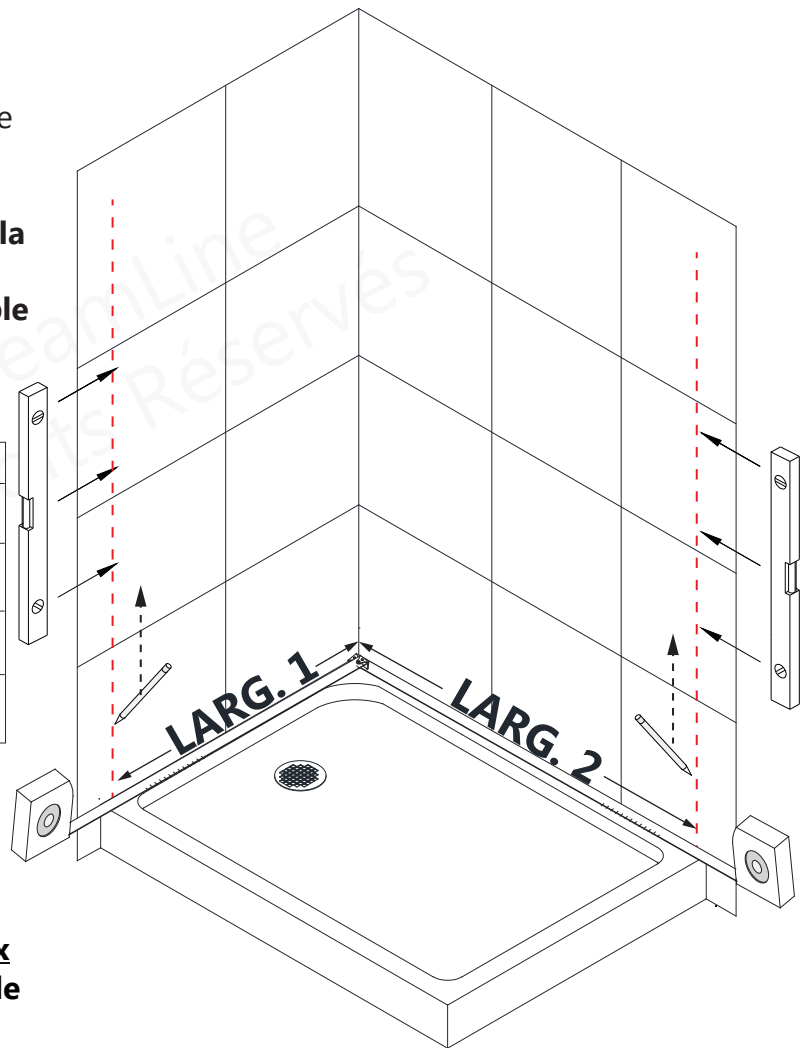

Fig 1
1. En partant du bas, mesurez à partir du coin arrière fini de l'ouverture jusqu'aux dimensions indiquées dans le **TABLEAU A**. Tracez une ligne d'aplomb, vers le haut et le long du mur, conformément aux dimensions du modèle de cabine de douche correspondant au **Code sur la Boîte de la Vitre**. Ces lignes représenteront l'extérieur des **Profils en U d'Acier Inoxydable (N° 11)**. (**TABLEAU A**) (**Fig 1**)